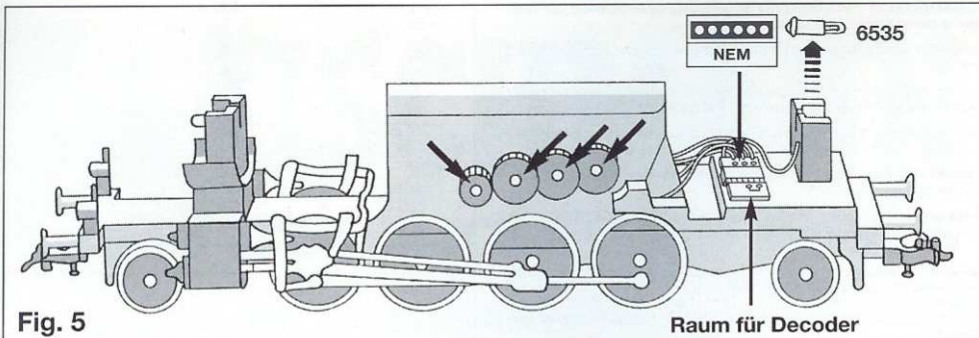

Fig. 5
**Wechseln der Glühlampen:** Halterung etwas aufspreizen und nach hinten schieben. Lampe nach oben herausnehmen. Einbau erfolgt in umgekehrter Reihenfolge (Fig. 5).